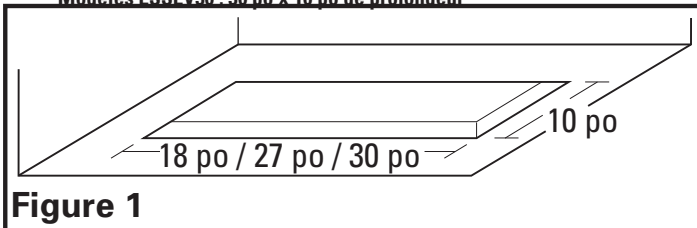

Figure 1
- La plupart des codes de bâtiments exigent un matériel non-combustible au-dessus de la surface de cuisson. Si vous avez le bois ou un autre matériel combustible sur le fond de vos cabinets, on vous recommande d'utiliser le revêtement facultatif de hotte (voyez à la section 3). Si vous avez un matériel non-combustible, faites un trou approprié dans le cabinet ou le panneau où l'unité d'alimentation sera montée (Figure 1):